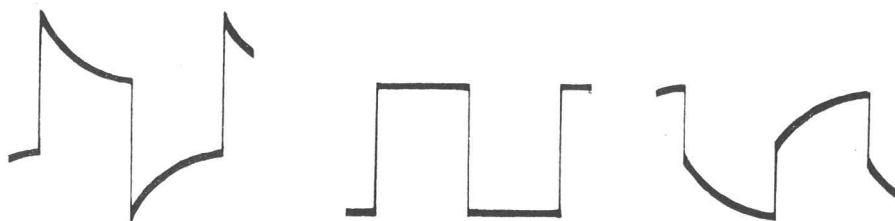

Abb. 19. Messkopfabgleich
- Zur Änderung der Kapazität den Messkopfkörper „b“ verdrehen bis die gewünschte Form erhalten ist (Abb. 19).